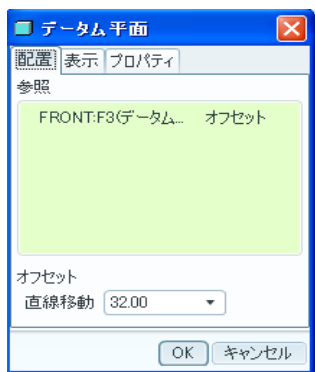

図 4-11 データム平面の設定
- 「平面」ツールの選択すると、データム平面の参照ボックス図 4-11 が表示される。